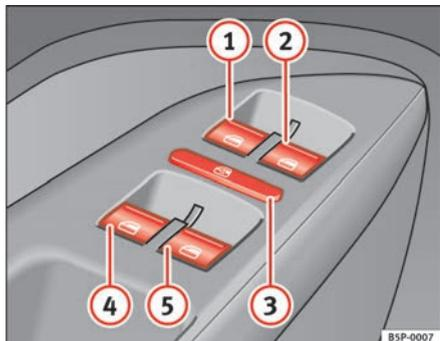

Abb. 68 Ausschnitt aus der Fahrertür: Bedienelemente für vordere und hintere Fenster
Die Tasten ⇒ Seite 107, Abb. 68 ① und ② haben zwei Stufen zum Öffnen und zwei zum Schließen des Fensters. Dadurch ist es einfacher, die Öffnungs- und Schließvorgänge zu kontrollieren.